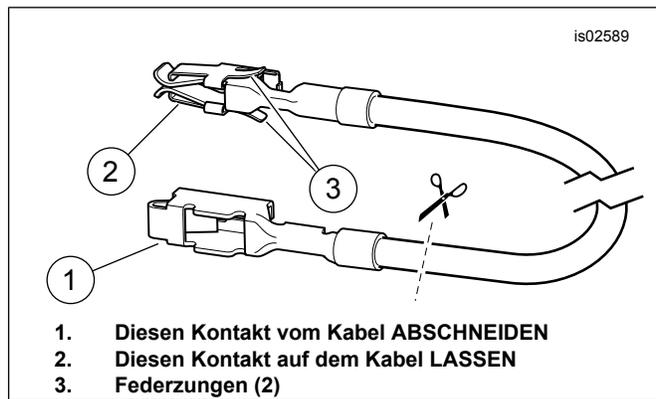

Abbildung 24. Sicherungsblock-Adapterkabel (Dyna- und Softail-Modelle)
1. Siehe Abbildung 24. Die „2-in-1“-Spleißanordnung. Den **roten** versiegelten Stoßverbinder (siehe Abbildung 34, Teil 4) aus dem Satz nehmen. Das schwarze Kabel (13) aus dem Satz gemäß den Angaben im Anhang des Werkstatthandbuchs mit dem schwarzen Massekabel des Senders verspleißen. Den Kabelkanal (10) aus dem Satz über das verspleißte Massekabel schieben.
4. Die Kabelöse mit dem kleineren Durchmesser (7) aus dem Satz wählen. Die Kabelöse auf den schwarzen Sender gemäß den Anweisungen für die Packard-Quetschverbinderzange im Anhang des Werkstatthandbuchs anquetschen.
- Siehe Abbildung 24. „1-in-1“-Spleißanordnung. Einen **blauen** versiegelten Stoßverbinder (siehe Abbildung 34, Teil 5) aus dem Satz nehmen. Das Stromkabel des Garagentoröffner-Kabelbaums gemäß den Angaben im Anhang des Werkstatthandbuchs mit dem Adapterkabel verspleißen.
3. Siehe Abbildung 34. Das orange/weiße Sicherungsblock-Adapterkabel (12) aus dem Satz bereitlegen. Den Kontakt an beiden Enden notieren (siehe Abbildung 24). Nur der Kontakt mit den Federungen passt in diesen Sicherungsblock. Den nicht benötigten Kontakt sorgfältig abtrennen und entsorgen.